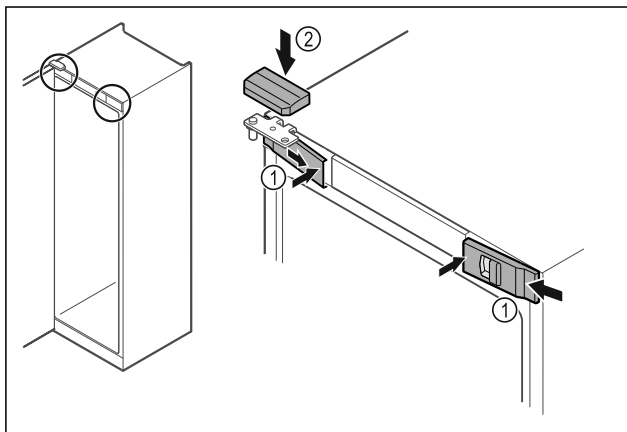

Fig. 37
- ▶ Klik de forreste afdækninger Fig. 37 (1) i på siden, og lad dem gå i hak indvendigt.
- ▶ Klik på den øverste afdækning Fig. 37 (2) på ovenfra.